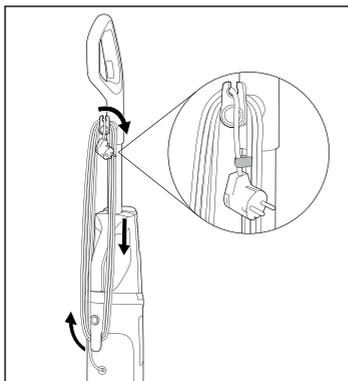

Fig. 3
- ◆ Viki strømledningen **17** helt om ledningsholderne foroven og forneden **16/20** (se fig. 3).